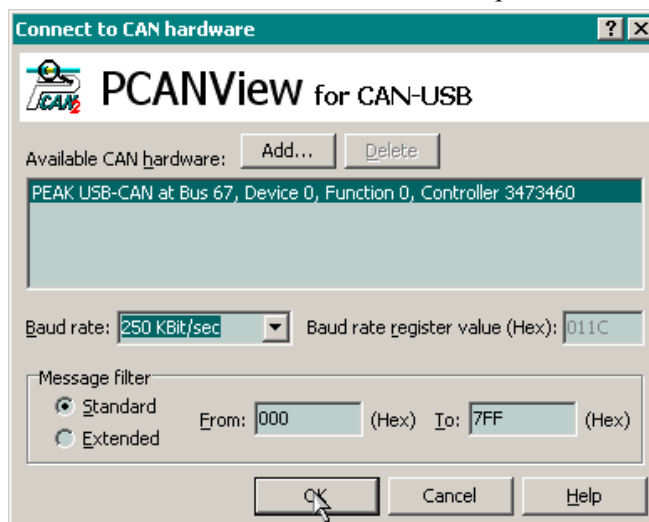

Рис. 54. Диалоговая панель выбора CAN-адаптера
- Запустите программу PCANView USB из программной группы *PCAN USB*. На экран монитора будет выведена диалоговая панель выбора адаптера и настройки параметров обмена **Connect to CAN hardware**, показанная на рис. 54.